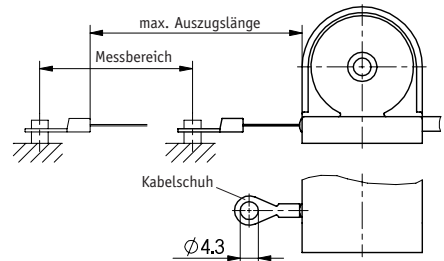

Abb. 2: Prüfung Auszugslänge
- Prüfen Sie nach der Befestigung des Seilzuggebers, die maximale Auszugslänge (Abb. 2). Der Kabelschuh bzw. das Seil muss bis an die vorgesehene Befestigungsstelle ausgezogen werden. Das Seil darf dabei nicht verdreht werden.
Das Seil muss lotrecht zum Seilausgang geführt werden (Abb. 2).